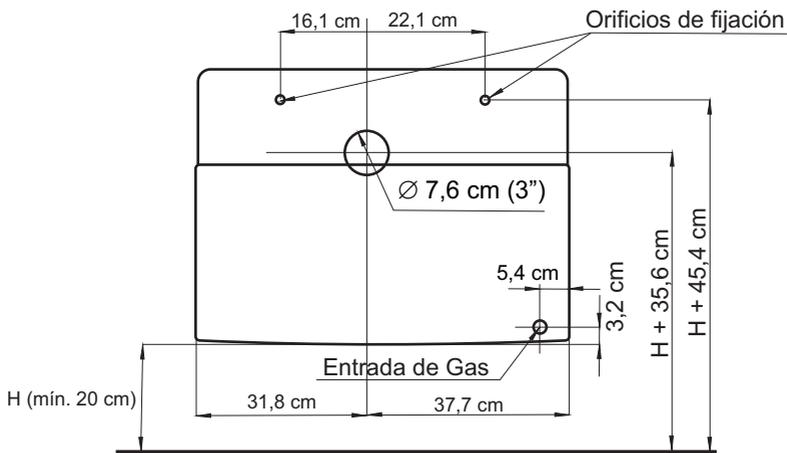

Fig. 3
Este calefactor debe instalarse colgado de una **pared INCOMBUSTIBLE** (por ejemplo, mampostería) dejando, como mínimo, una distancia de 20 cm entre su parte inferior y el piso. Sin embargo, para una altura más adecuada para el comando del artefacto, se recomienda dejar, siempre que sea posible, una distancia entre 20 y 25 cm desde su parte inferior hasta el piso (Fig.3).
- Conecte el artefacto a la red de gas, utilice caño de cobre de diámetro 5/16" de una longitud no mayor a 50 cm. para unir la toma de gas y la entrada del calefactor ubicada según la fig. 3.